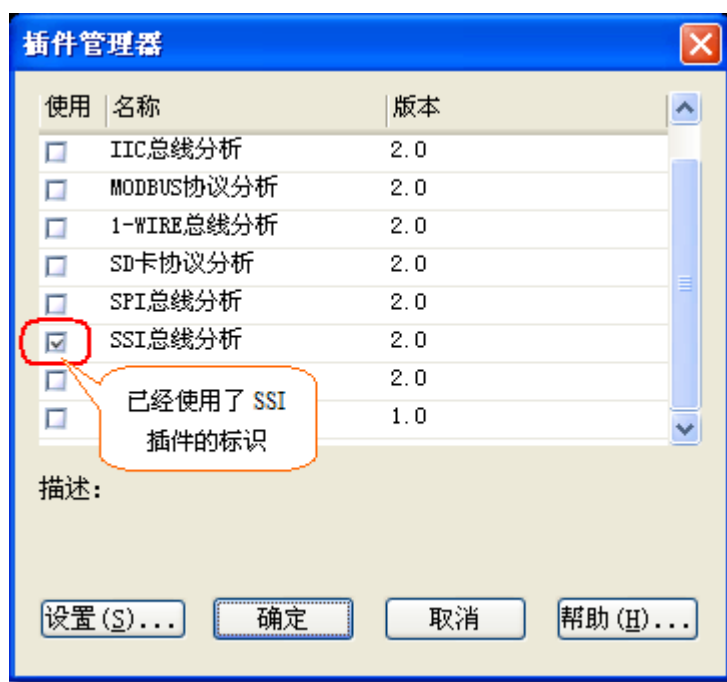

图 12.3 使用了 SSI 插件
1. 选择菜单中【工具】-【插件管理器】选项，弹出“插件管理器”。可以看到在插件管理里的“SSI总线分析”前面的单选框打上了一个勾，表示SSI插件已经被使用过了。其他没有用过的插件前面的单选框则是空白。如图 12.3所示。